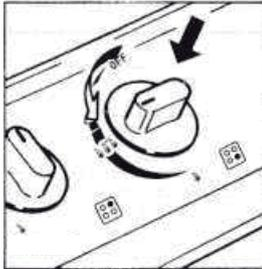

imagen 3
- 1.- Presione el interruptor suavemente (como se muestra en la imagen 3) y gire a la dirección opuesta del reloj hasta que alcance la posición de la llama más grande. Presione el interruptor y se encenderá.